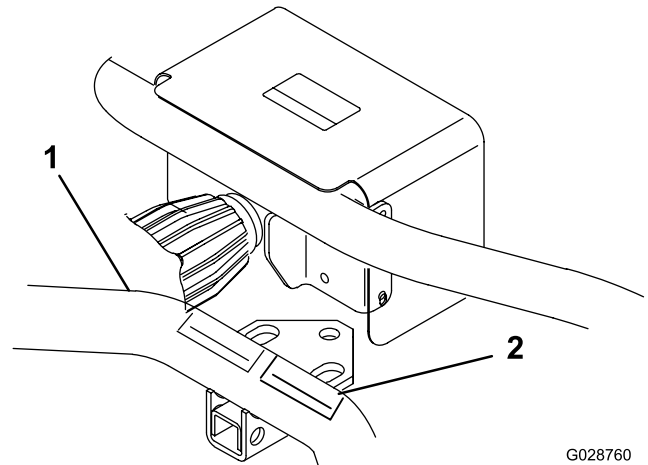

図 22
10. 警告デカールを、ヒッチポイントのすぐ上の、既存のデカールの隣にあるロアリアクロス チューブに貼り付ける (図 22)。